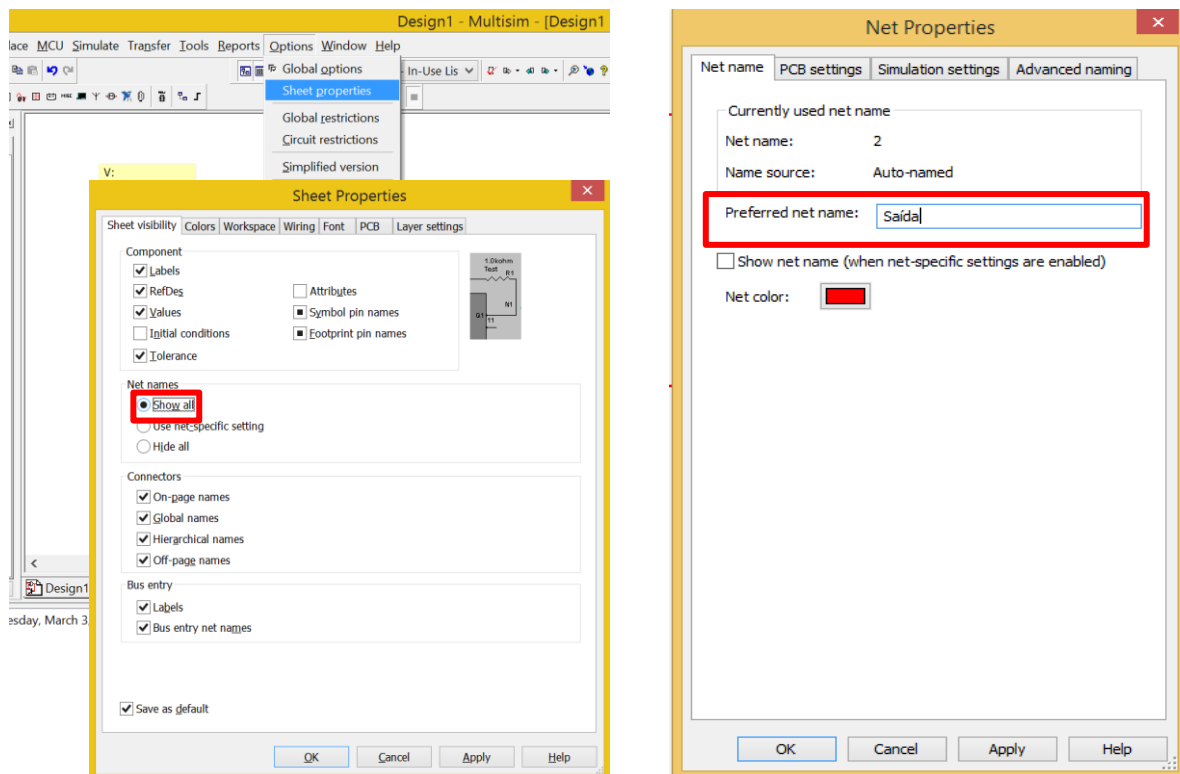

Figura 6. Visualização dos nós no circuito.
**Atenção:** nesta janela, as tensões são colocadas em função dos nós (“Net”) numerados pelo próprio Multisim. Para verificar o mapeamento desses nós, abra o menu “Options”, selecione “Sheet properties” e, em “Net names”, selecione “Show all” (Figura 6) e clique em “OK”.
Nessa figura, os nomes dos nós estão visíveis, a cor de cada nó foi modificada, o nome do nó 1 foi alterado para “Saída” e o da fonte para “Fonte” (consultar Figura 6 para tais alterações). O canal 1 do osciloscópio foi conectado à fonte AC, apresentado na curva amarela na tela do osciloscópio e o canal 2 foi conectado à Saída do circuito, na conexão entre o resistor e o capacitor, apresentado na curva azul da tela.